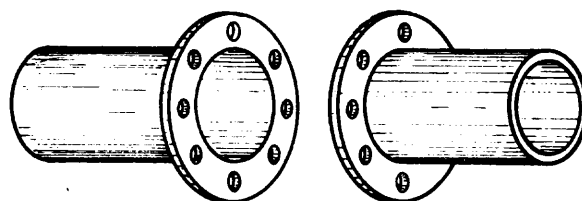

Fig. 2
2. Con bridas, empacaduras y pernos (fig. 2).